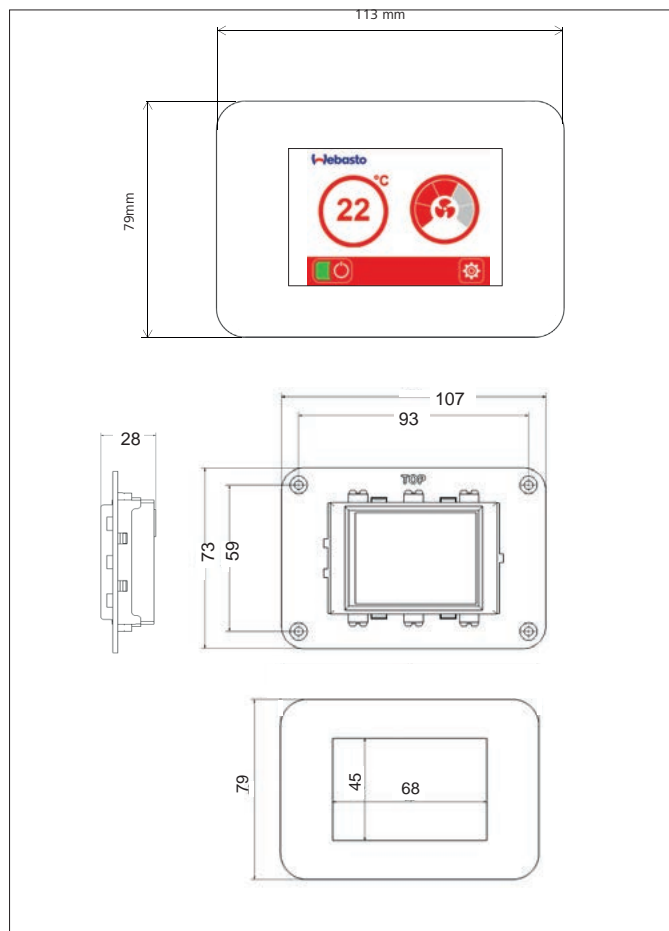

Рис.11 Монтаж BlueCool MyTouch
- ▶ Сделайте вырез под пульт управления на месте монтажа. Размеры выреза см. на Рис.11.